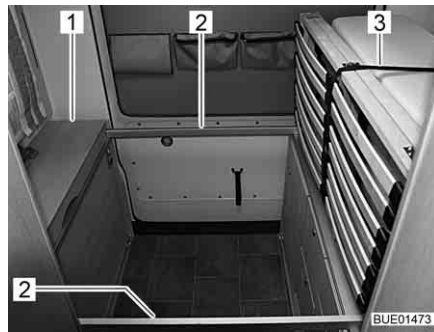
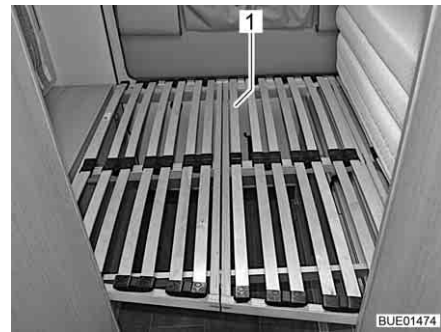

Fig. 71 Supports pour le lit repliable
Fig. 72 Sommier à lattes
- ▷ Quand le couvercle est fermé (Fig. 71,1), il est maintenu par une fermeture magnétique. C'est la raison pour laquelle une résistance est perceptible lors de l'ouverture.
- Faire pivoter le couvercle (Fig. 71,1) vers le haut et le maintenir ouvert.
- Faire pivoter deux supports (Fig. 71,2) vers l'extérieur et les poser sur le meuble bas du côté opposé.
- Fermer le couvercle (Fig. 71,1).
- Ouvrir la fermeture de la sangle (Fig. 71,3) en maintenant simultanément le sommier à lattes.
- Déplier le sommier à lattes (Fig. 72,1) et le déposer lentement sur les supports.
- Replier le sommier à lattes (Fig. 72,1), le presser contre le matelas et le sécuriser avec la sangle (Fig. 71,3).
- Faire pivoter deux supports (Fig. 71,2) sous le couvercle.